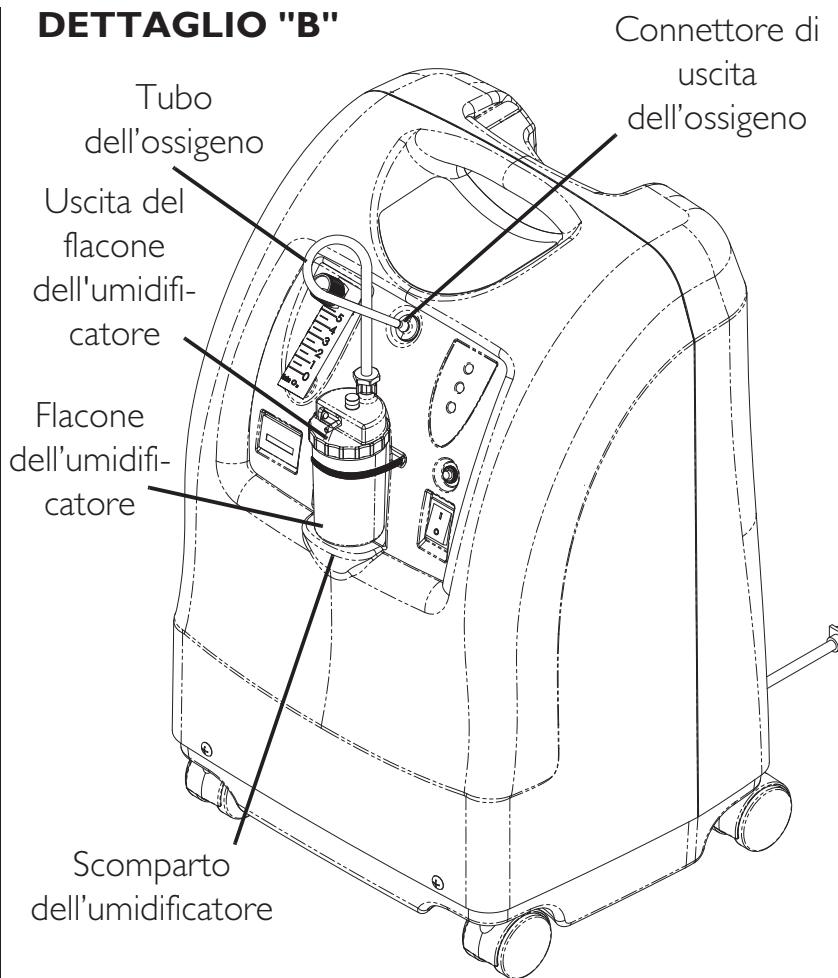

FIGURA 6.3 Scomparto dell'umidificatore
NOTA: Per questa procedura, fare riferimento a FIGURA 6.1 e FIGURA 6.2 a pagina 84 e a FIGURA 6.3 a pagina 85.
6. Applicare l'adattatore del flacone dell'umidificatore al flacone stesso ruotando in senso antiorario su di esso il dado ad alette fino a fissarlo saldamente. Vedere il Dettaglio "A" nella FIGURA 6.3.
7. Collocare il gruppo flacone dell'umidificatore/adattatore nello scomparto dell'umidificatore sul concentratore. Vedere il Dettaglio "B" nella FIGURA 6.3.
8. Collegare il tubo dell'ossigeno proveniente da gruppo flacone dell'umidificatore/adattatore al connettore di uscita dell'ossigeno sul concentratore. Vedere il Dettaglio "B" nella FIGURA 6.3.
9. Collegare la cannula/il tubo di erogazione al paziente all'uscita del flacone dell'umidificatore. Vedere il Dettaglio "B" nella FIGURA 6.3.